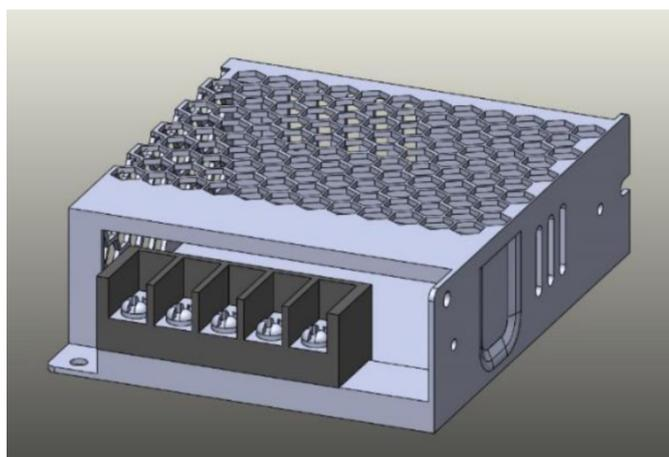

Figura 4.10
L'alimentazione dei nostri tornelli è mostrata nella Figura 4.10. Gli ingressi fase (L), neutro (N) e messa a terra dell'unità di alimentazione sono come mostrato in figura. L'unità di alimentazione è messa a terra da un cavo collegato al telaio dalla parte di terra. Pertanto, è necessario mettere a terra il telaio del tornello, non l'adattatore. In questo modo, è possibile mettere a terra prima il telaio del tornello e poi l'unità di alimentazione attraverso il telaio.